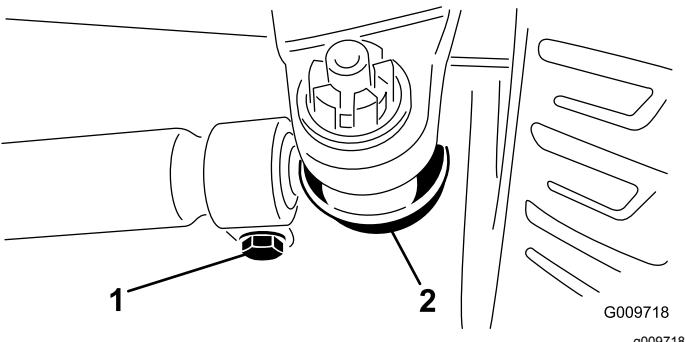

**Рисунок 88**
1. Измерьте межцентровое расстояние (на высоте моста) на передней и задней стороне рулевых колес (Рисунок 88).